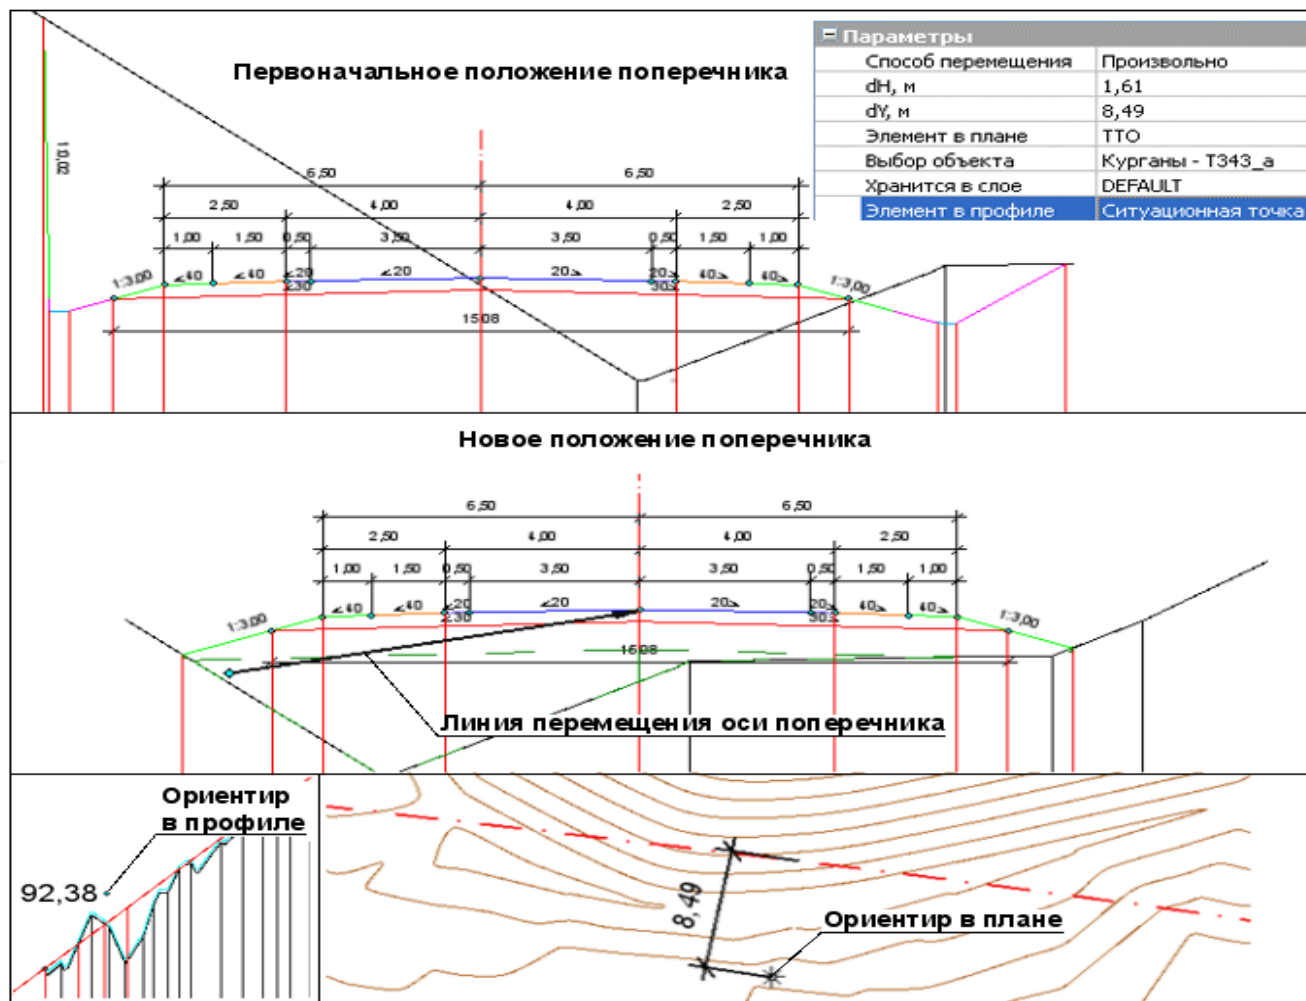

Рис. 4. Перемещение поперечника и создание ориентиров нового положения оси в плане и профиле
5. Перемещая курсор, подобрать новое положение поперечника. При необходимости уточнить в окне параметров смещения **dH**, **dY** относительно первоначального положения (рис. 4).